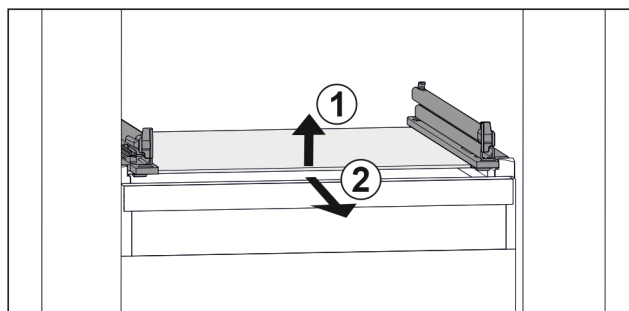

Fig. 59 Příklad znázornění skleněné desky
- ▶ Nadzvedněte skleněnou desku vpředu. Fig. 59 (1)
- ▶ Vyměňte skleněnou desku dopředu. Fig. 59 (2)